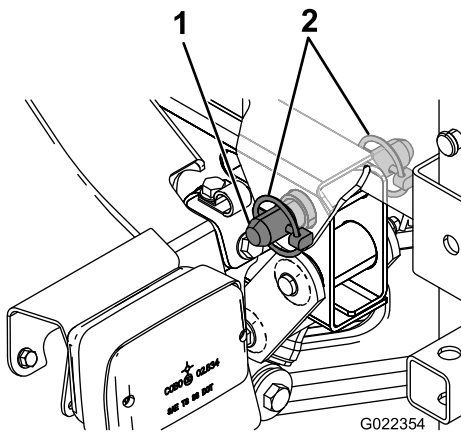

Bild 10
5. Fluchten Sie die Löcher in den Drehansätzen hinten am Behältergestell mit den Löchern im Schwenkrohr der Ladepritsche am Ende des Fahrzeugrahmens aus (Bild 10).
6. Setzen Sie einen angeschragten Lastösenbolzen und zwei Klappstecker in den Drehansatz ein, um den Behälter am Rahmen zu befestigen (Bild 10).